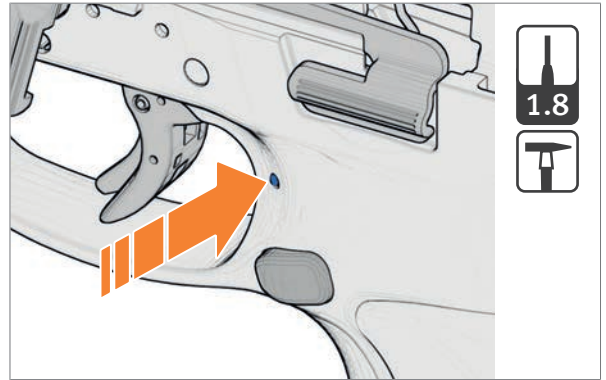

Abb. 35: Spannstift entnehmen
2. Bei Waffen mit Spannstift für Magazinhalter: Spannstift mit Durchtreiber austreiben (Abb. 35).